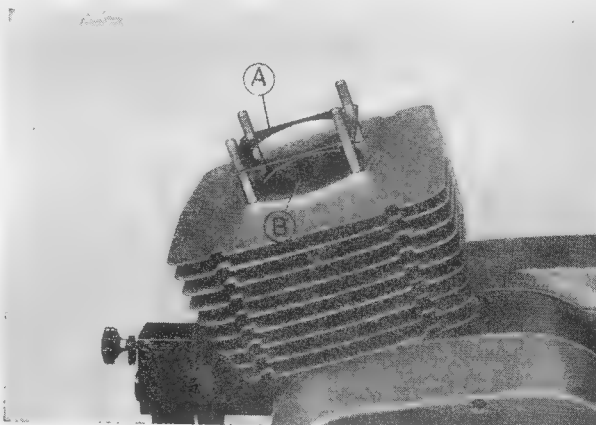

Bild 269. Montage der Ausgleichscheiben
An der Zylinderlaufbuchse ist oben ein Bund (B) im Bild 269 von 2 mm Höhe angedreht, welcher die Ausgleichscheiben zentriert und verhindert, daß die Verbrennungstemperatur direkt an die Ausgleichscheiben kommt.